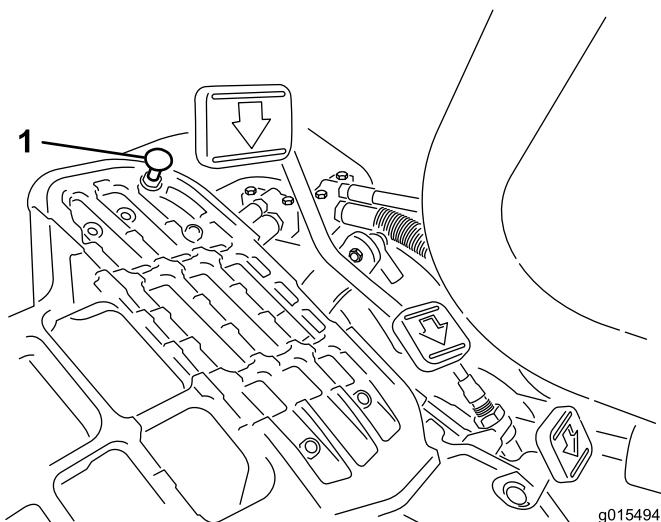

図 49
モードレバーを「移動走行」位置にセットし、ペダルを一杯に踏み込めば最高速度となります。ケーブルに張力が掛かる前にペダルがストップ図49に当たる場合には調整が必要です。
- モードレバーを「移動走行」位置にセットし、ペダルストップを固定しているロックナットをゆるめる図49。